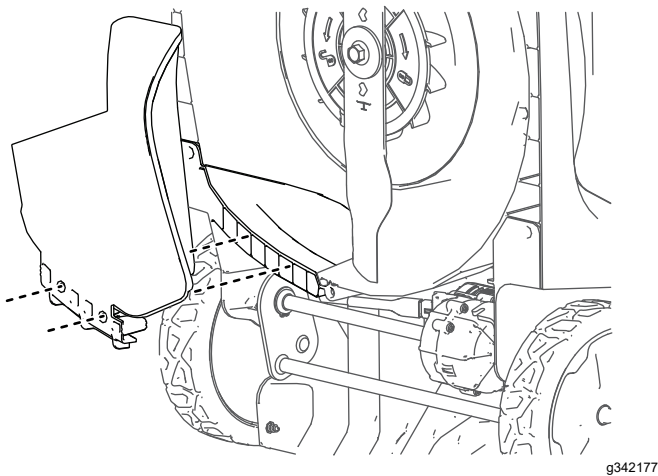

Figura 13
4. Alinhe o tampão de cobertura (mulch) e pressione o fundo do tampão, até encaixar, nos dois pinos de retenção, como se mostra na Figura 13.